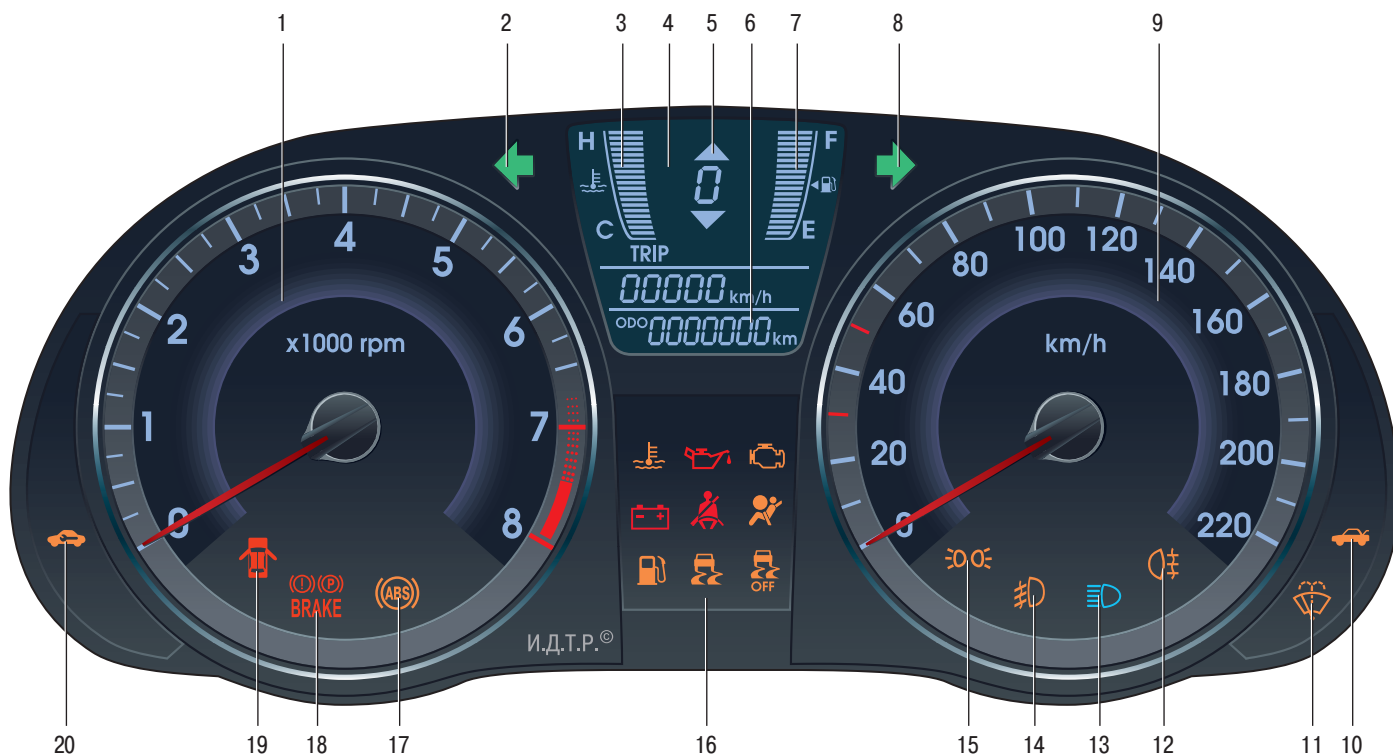

Рис. 1.9. Комбинация приборов
...переместите рычаг по направлению от себя. При этом в комбинации приборов загорится сигнализатор 13 (см. рис. 1.9);
– включен задний противотуманный фонарь (только при включенных фарах головного освещения или габаритных огнях), при этом в комбинации приборов загорится сигнализатор 12 (см. рис. 1.9).
☉ – включен задний противотуманный фонарь, при этом в комбинации приборов загорается сигнализатор 12 (см. рис. 1.9);
☉☉ – включены противотуманные фары и задний противотуманный фонарь, в комбинации приборов дополнительно загорятся сигнализаторы соответственно 14 и 12 (см. рис. 1.9).
Для того чтобы затормозить автомобиль стояночным тормозом, поднимите рычаг до упора вверх – в комбинации приборов загорится красным светом сигнализатор 18 (см. рис. 1.9).
Расположение приборов и сигнализаторов в комбинации приборов показано на рис. 1.9.